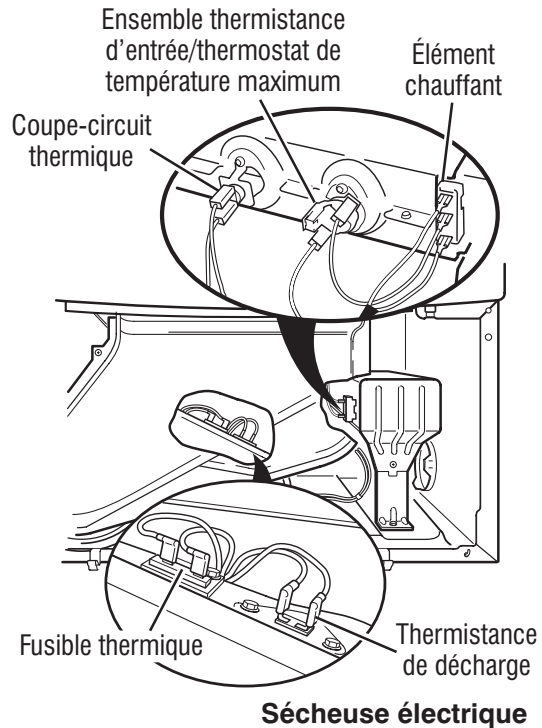

Figure 20a - Composants thermiques, sècheuse électrique, vue de face.
Repérer les composants à l'aide des figures 20a et 20b. Pour accéder aux composants du système de chauffage, consulter les instructions de démontage de la sècheuse, page 51.
5. Identifier le thermostat de température maximale (voir figures 20a et 20b, page 42). Contrôler la continuité à travers le thermostat en connectant les sondes de l'instrument de mesure sur les broches rouge et noir.
NOTE : La thermistance d'entrée fait partie du thermostat de température maximale sur la sècheuse électrique (voir figures 20a et 20b). Sur la sècheuse à gaz, la thermistance d'entrée est située sous le support à bride du MCP dans le conduit d'entrée du tambour (voir figure 28, page 55).